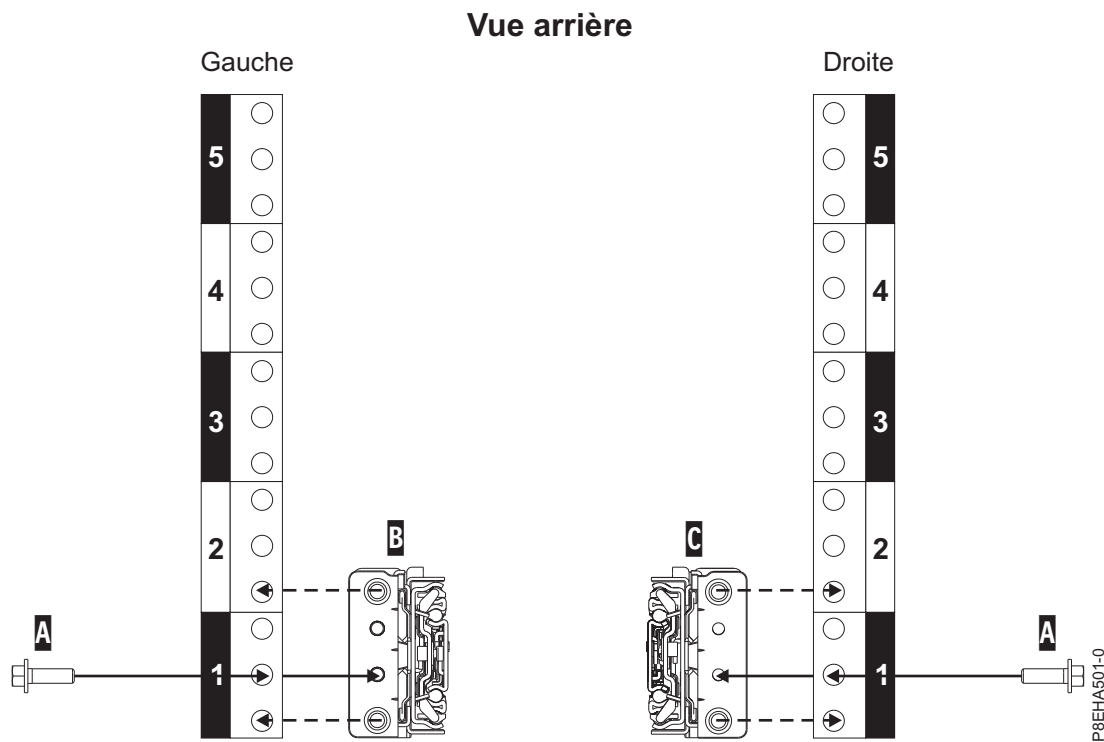

Figure 4. Fixation des glissières à l'arrière de l'armoire
12. Fixez la glissière de gauche (B) et la glissière de droite (C) à l'aide d'une vis M5 de 16 mm (A), comme illustré dans la figure 4. Insérez et serrez chaque vis dans le trou de bride fileté situé dans le trou central de l'unité EIA la plus basse.